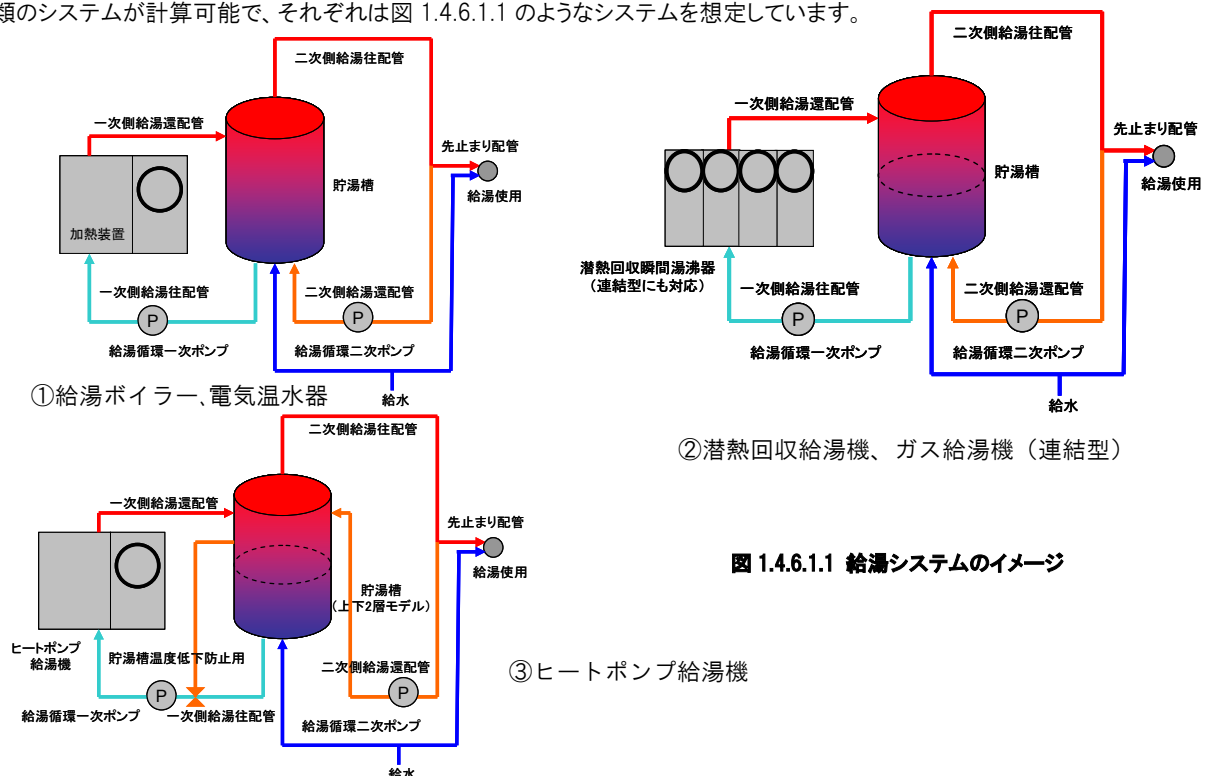

図 1.4.6.1.1 給湯システムのイメージ
- ① 給湯使用量は建物の給湯原単位[L/人・日もしくはL/㎡・日]を入力します。給湯使用量は室面積[㎡]×標準人員密度[人/㎡]=人員[人]もしくは室面積[㎡]に給湯原単位を掛け合わせて自動計算されます。ベース建物の給湯原単位を標準給湯原単位として表示しています。節湯器具を選択することで、標準給湯原単位に規定された比率を乗じた計画給湯原単位が入力されます。また事務室にいる人が会議室も利用する場合には、人員が重複するので、どちらかの室で給湯使用量計算をします。
- ② 給湯使用湯温は43℃として、循環配管中の給湯栓から出る給湯温度(循環配管による温度降下後)と給水温度によって、給湯負荷と給水負荷を分離して計算しています。給湯エネルギー消費量はこの給湯負荷が給湯配管系内を流れるものとして計算をしています。また負荷変動を考慮した時々刻々の計算を行うため、室用途別時刻別の給湯負荷パターンを設定しています。
- ③ 節湯器具により計画給湯合計として、給湯使用量の合計値が自動的に算出されます。
(2) 給湯機器の入力
- ① 給湯機器の入力で、一管式個別給湯方式か、二管式中央給湯方式を行追加により選択します。
- ② 追加された各行で、給湯機器を選択します。
- ③ 一管式では一つの室に複数の給湯機器を設定することが出来ます。
- ④ 選択出来る給湯機器は、一管式では「電気温水機」「電気瞬間式給湯機」「ガス貯湯式給湯機」「ガス瞬間式給湯機」「ヒートポンプ給湯機」「潜熱回収給湯機」、二管式では「給湯ボイラー」「電気温水器」「ヒートポンプ給湯機」「潜熱回収給湯機(連結型)」「ガス給湯機(連結型)」です。
- ⑤ 入力項目において、設計図書に記載の定格加熱能力と消費電力、燃料消費量を入力します。定格 COP(熱源機器効率)は参考値として表示されます。
(3) 給湯システムイメージ
二管式中央給湯方式では、①給湯ボイラー、電気温水器、②潜熱回収型給湯機、ガス給湯機(連結型)③ヒートポンプ式給湯機の3種類のシステムが計算可能で、それぞれは図 1.4.6.1.1 のようなシステムを想定しています。